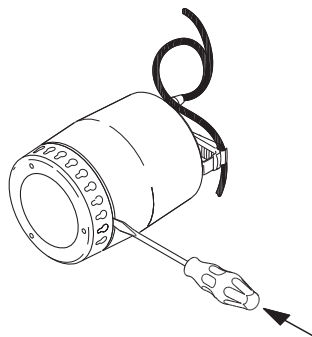

Рис. 11 Як зняти всмоктувальний сітчастий фільтр
3. Обережно викрутіть всмоктувальний сітчастий фільтр, вставивши викрутку у виймку між муфтою насоса та фільтром. За допомогою викруткі витягніть зовнішній корпус і фільтр. Повторіть процедуру, працюючи навколо насоса, доки фільтр не буде вільним і не може бути видалений. Дивіться рис. 11.